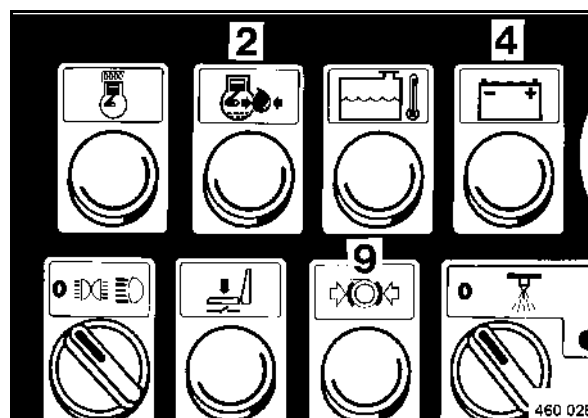

fig. 46
Les témoins de contrôle de la pression d'huile (2) (fig. 46), de la charge des batteries (4) et du frein de parking (9) s'allument.